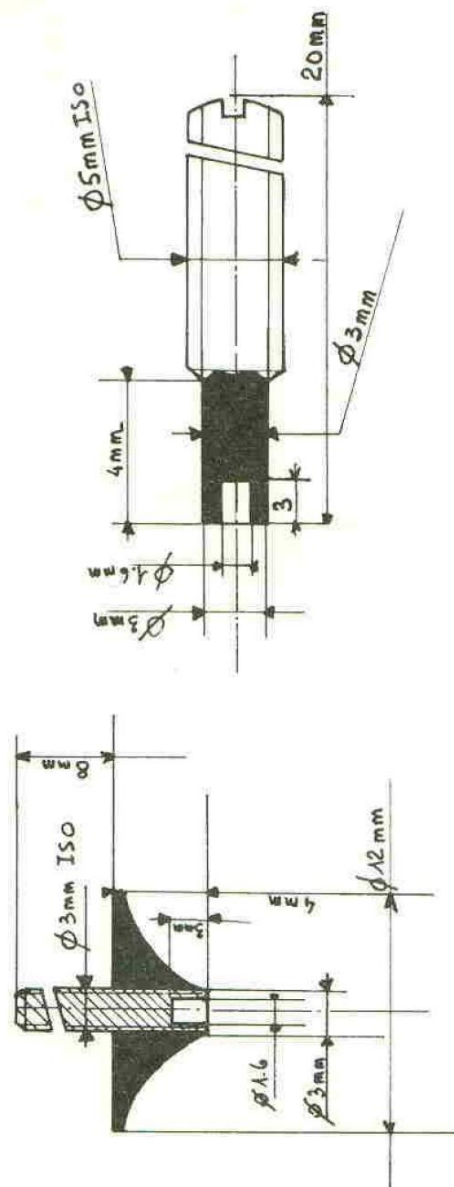

FIGURE 2. Pilier supérieur en forme de trompette
IMPORTANT (figure 2)
4) En se référant à la figure 2 fabriquer un pilier supérieur identique à celui présenté. Il sera soudé sur la vis de Ø 3 mm ISO pour l'usinage, ensuite dessoudé au chalumeau.
La cavité réception utilise une diode mélangeuse type 1N23E, (voir figure 2 tableau de correspondance des diodes 10 GHz ou bande X). Un peu d'oscillation locale, HF de la diode gun est prélevée à la sortie de la cavité émission pour être réfléchi par un petit disque vers la cavité réception figure 3.